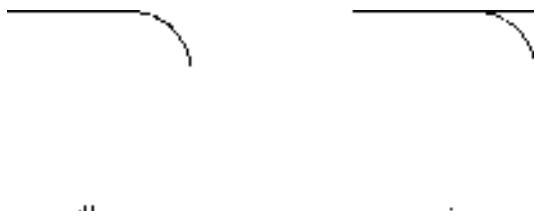

图 4-55 圆角连接
- 2) 修剪(T): 确定在圆角连接两条边时, 是否修剪这两条边。如图 4-55 所示。